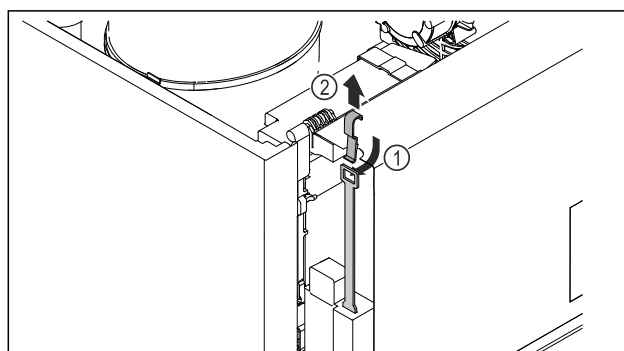

Fig. 244
- Insérer la clé de déverrouillage d'urgence depuis le haut Fig. 244 (1), l'accrocher au verrou et la tirer vers le haut Fig. 244 (2).